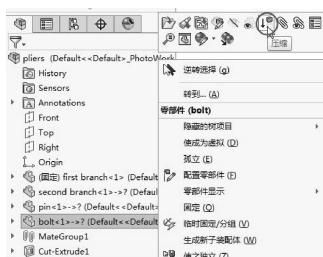

图9-62 压缩零件
- 01 打开【pliers.SLDASM】夹钳装配体文件，然后将零部件【bolt.sldprt】压缩，如图9-62所示。